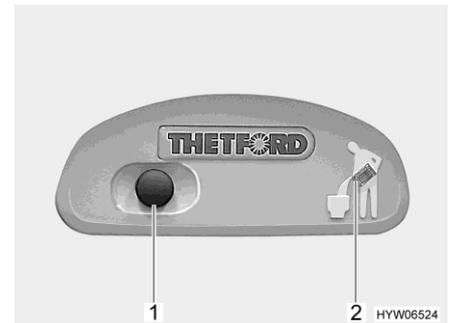

Fig. 181 Botón del inodoro/luz de control del inodoro Thetford
- Para lavar, pulsar el botón del inodoro azul (Fig. 181,1).
La luz de control (Fig. 181,2) se enciende cuando es necesario vaciar el cassette Thetford.